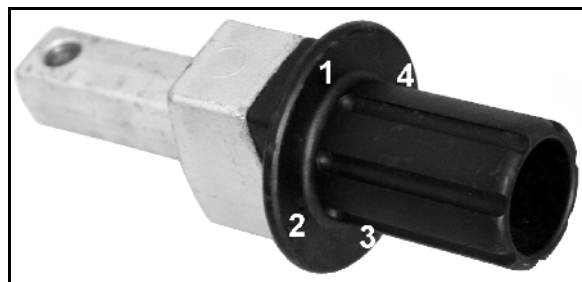

Fig. 47
1. Retirez la goupille (Fig. 47/3).
2. Enclenchez le levier pivotant (Fig. 47/2) en respectant le sens de rotation souhaité.
3. Rallongez / raccourcissez la broche par le biais du levier (Fig. 47/1).
4. Bloquez le réglage avec la goupille (Fig. 47/3).